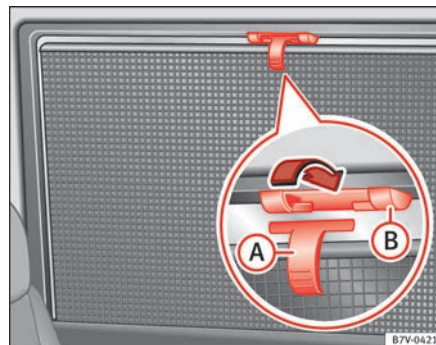

Abb. 65 Im hinteren rechten Fenster: Sonnenschutzrollo.
- Sonnenschutzrollo am hervorstehenden Griff ⇒ Abb. 65 ① ganz nach oben ziehen.
- Haltestange mit den beiden Ösen in die entsprechenden Halterungen ② einhängen. Prüfen, dass das herausgezogene Sonnenschutzrollo sicher in den beiden Halterungen ③ eingehängt ist.
- Zum Einrollen Sonnenschutzrollo oben aushängen und von Hand nach unten führen ⇒ ④.